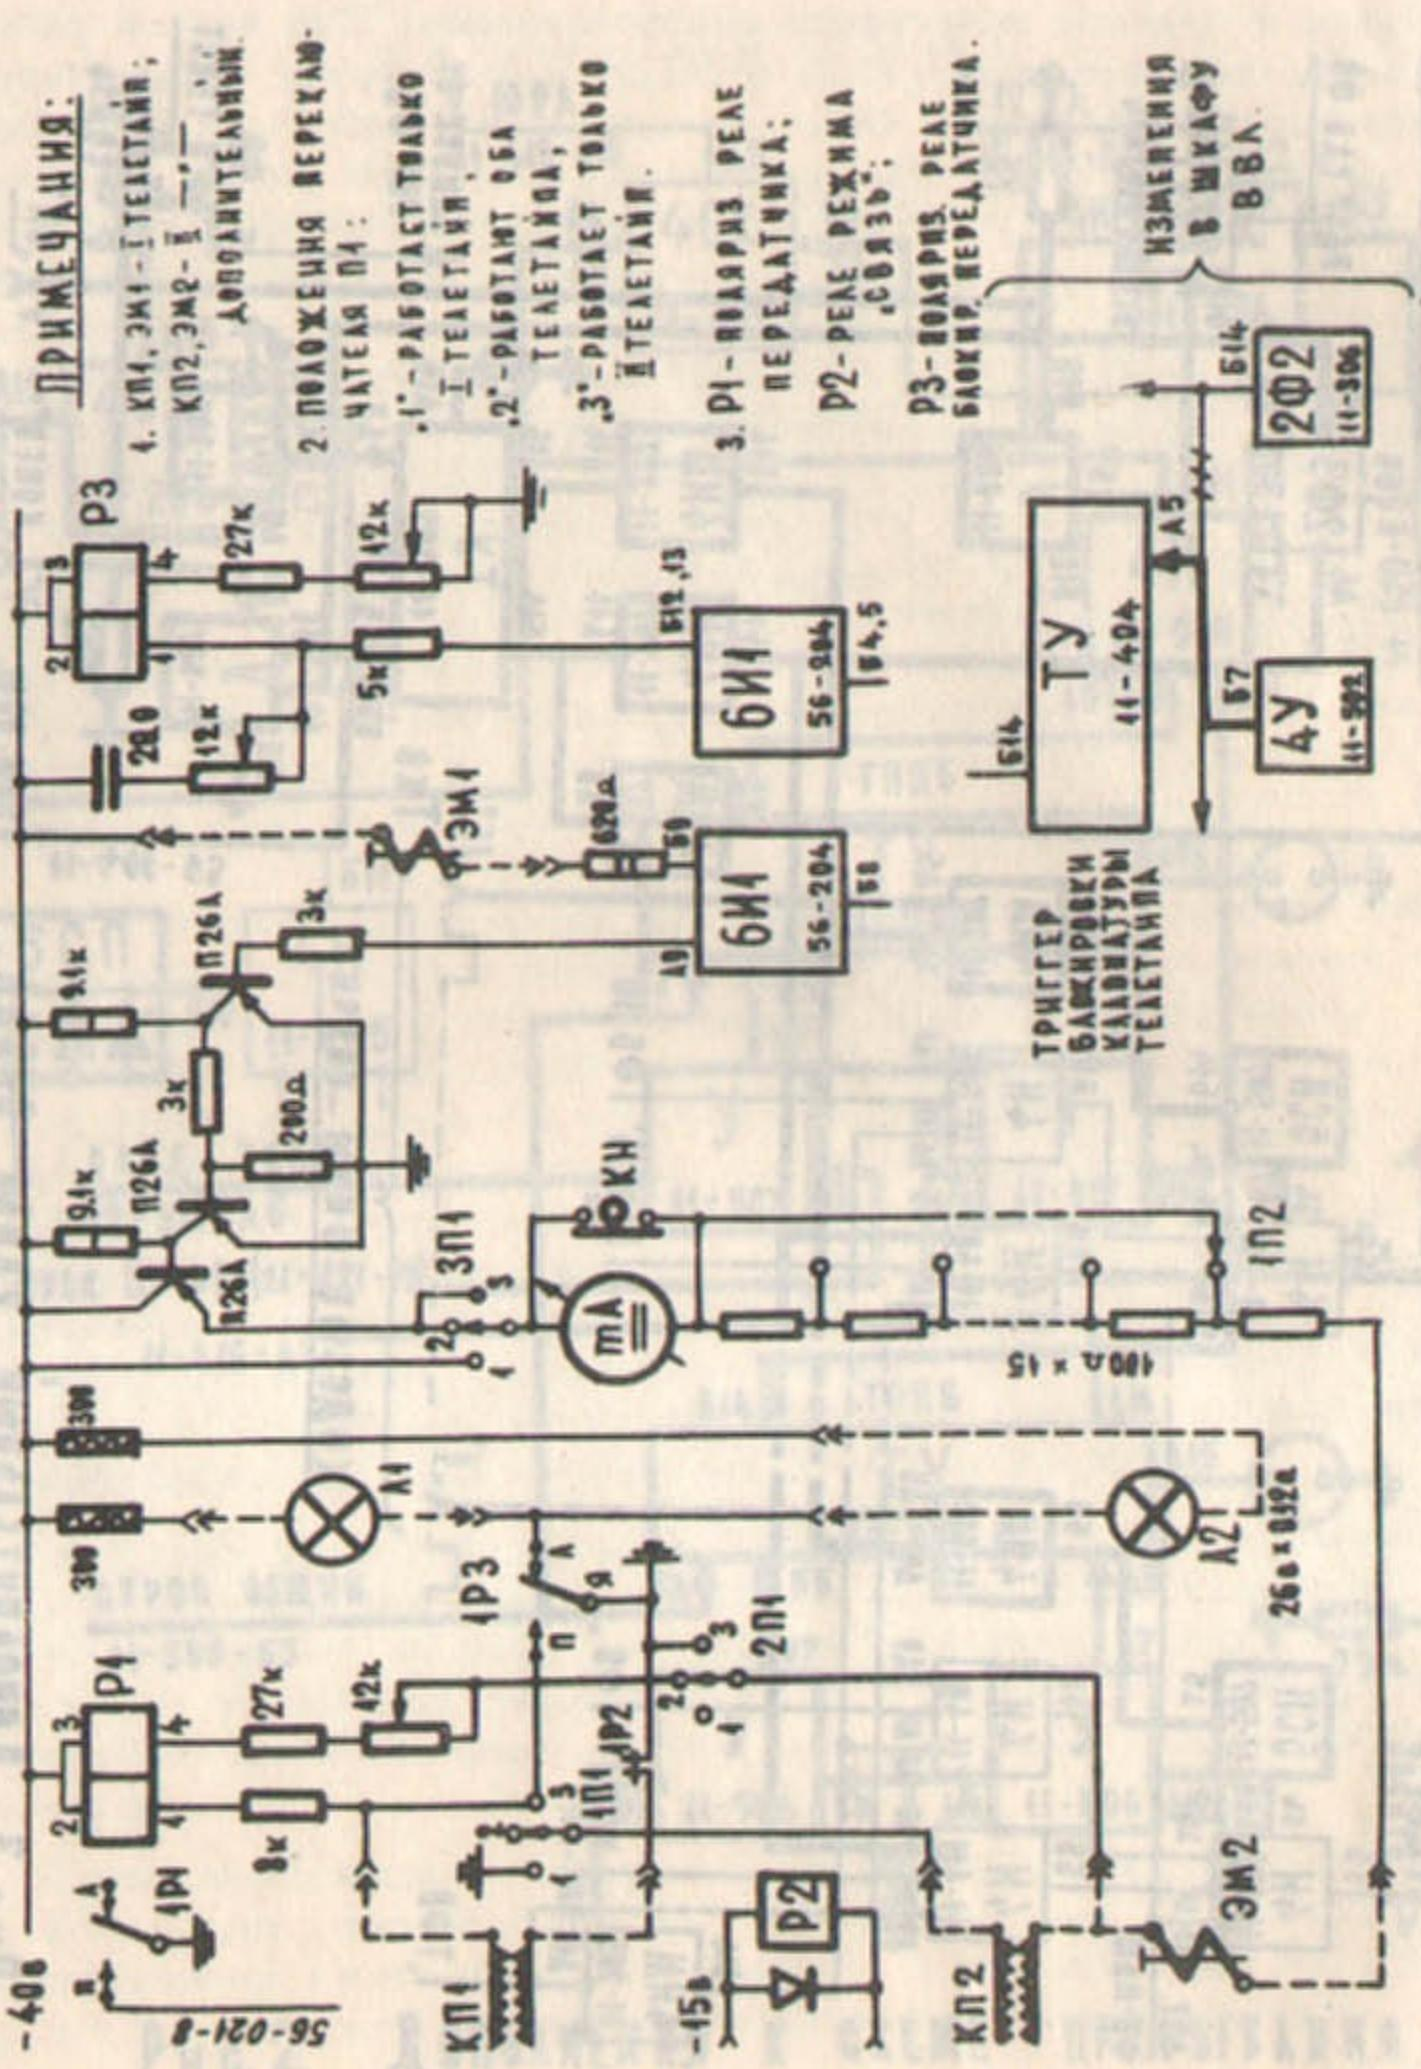

Рис. 4. Схема подключения дополнительного телестанда. № 02
3) Схема подключения дополнительного телетайпа приведена на рис. 4. Задача сводилась к созданию схемы, обеспечивающей подключение любого из двух телетайпов (или сразу обоих) для возможности управления работой машины с разных мест. В принципе по предложенной схеме может быть включено и большее число телетайпов.